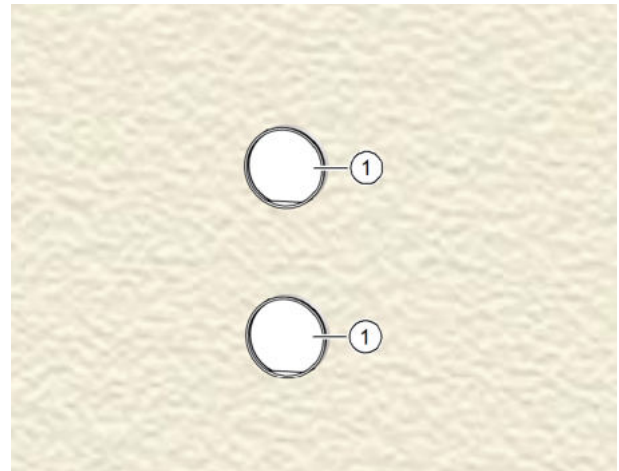

Abb. 21: Mauerkasten außen verputzt
- ▶ Entfernen Sie beide Putzschutzhülsen (Pos. 1 in Abb. 21).